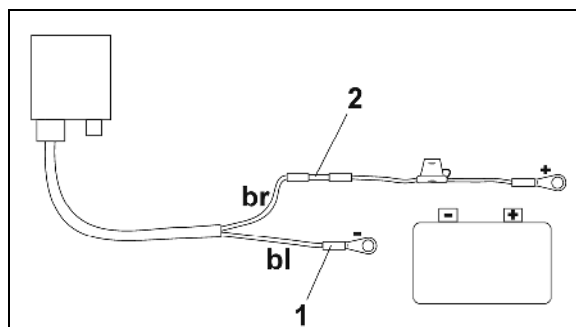

Bild 17
5. Anslut den blå kabeln (jord) till ringstycket (Bild 17/1).
7. För in den bruna kabeln (+ 12 volt) i hylsan (Bild 17/2).
9. Värm skarven (Bild 17/2) med en varmluftspistol eller tändare tills limmet kommer ut.